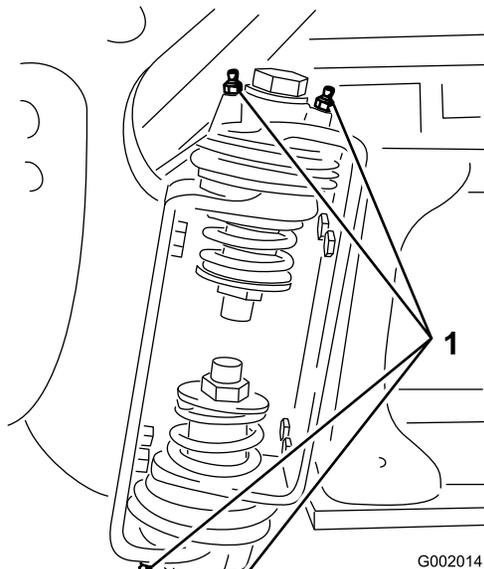

Figura 49
2. Pompate del grasso nel raccordo di ogni cuscinetto o boccola Figura 49.